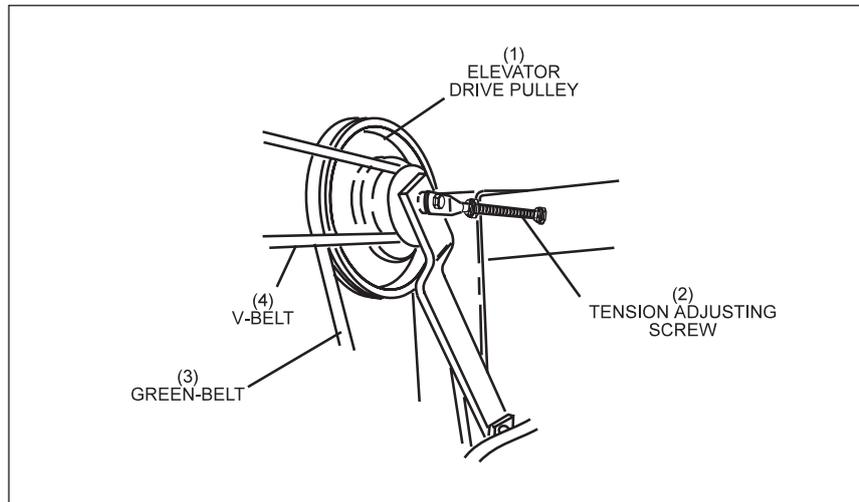

Figure 5-20. Réglage de tension.
- b. Desserrez la vis de réglage de tension. Reportez-vous à la *Figure 5-20*.
- (1) POULIE D'ENTRAÎNEMENT DE L'ÉLEVATEUR
- (2) VIS DE RÉGLAGE DE TENSION
- (3) COURROIE VERTE
- (4) COURROIE EN V